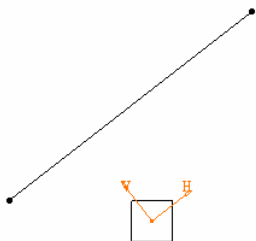

图 2-18
- 选择 Parallel to Line (与直线平行) 的方式, 草图坐标轴的方向将与用户选择的直线平行, 如图 2-18 所示。